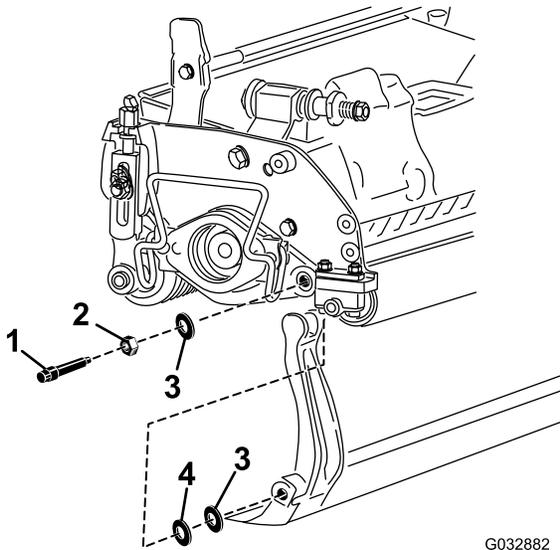

Figura 15
Guarde las 2 arandelas de nylon y la arandela de acero de cada extremo de la barra de asiento (Figura 15).
3. Coloque una arandela de nylon en cada lado del saliente de la chapa lateral. Coloque una arandela de acero por fuera de cada arandela de nylon (Figura 15).